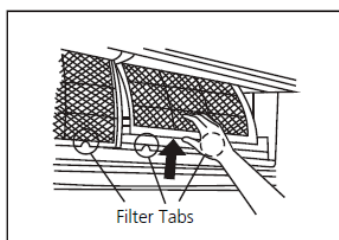

Bild 1
2. Ta tag i fliken på änden av filtret, lyft upp och dra det mot dig, bild 1.